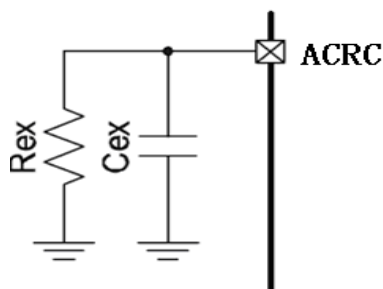

图8. ACF模式引脚ACRC的外接方式
*2:连接方式见下图8所示。
ACF模式下启动时间^{*1}和释放时间^{*2}可通过在ACRC端外接不同的电阻(R_{ex})和电容(C_{ex})值灵活地设置,连接方式见图8所示。